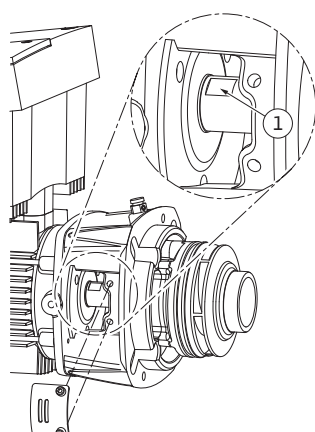

Fig. 51: Nyckelytor på axeln
- För in en blocknyckel, optimal nyckelvidd 22 mm, i lanternans öppning och håll fast axeln mot nyckelytan (Fig. 51, pos. 1). Dra ut pumphjulsmuttern (Fig. 7, pos. 15). Pumphjulet (Fig. 7, pos. 16) dras automatiskt bort från axeln.
24. Montera pumphjulet genom att föra in en blocknyckel, optimal nyckelvidd 22 mm, i lanternans öppning och hålla fast axeln mot nyckelytan (Fig. 51, pos. 1).